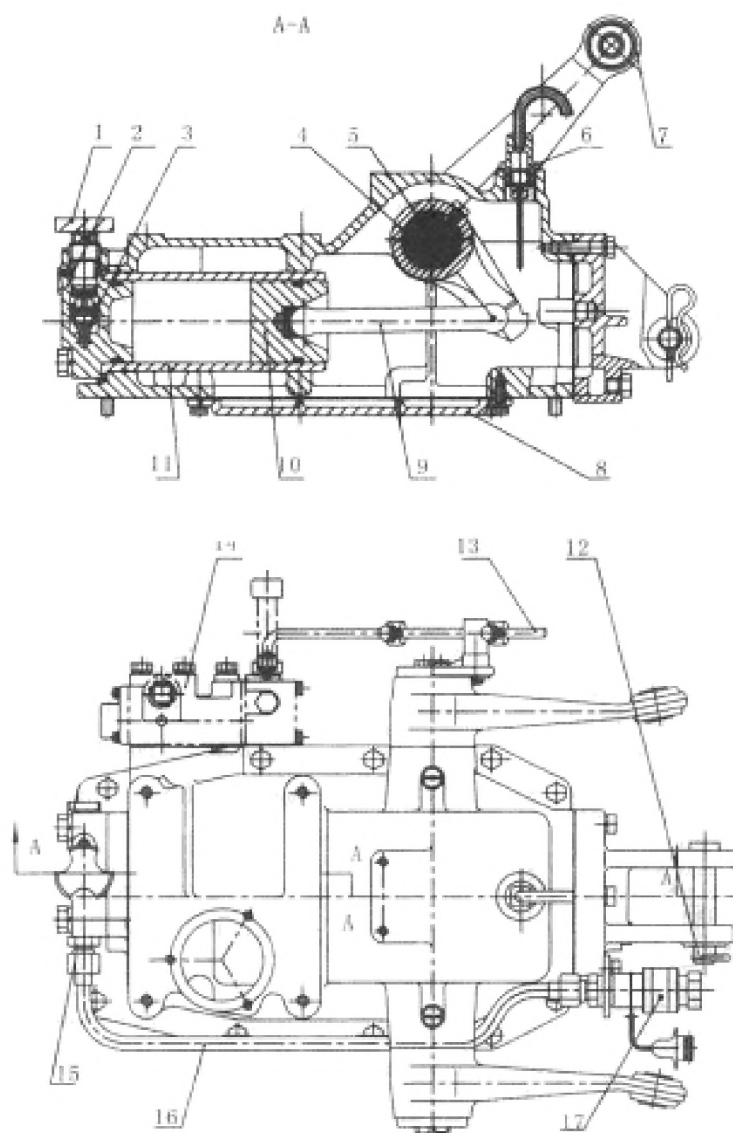

Рисунок 4-31. Подъемник (1).
Подъемник (1) (Рисунок 4-31) состоит из цилиндра (11), поршня (10), штока (9), внутреннего рычага (4), подъемного рычага (7), головки цилиндра (2) и механизма обратного действия. Регулировочный клапан скорости опускания (3) и предохранительный клапан (дополнительная опция) устанавливаются в головке цилиндра. Поршень устанавливается в цилиндре и может двигаться в продольном направлении. Шток присоединен в сферическом гнезде болтом. Другой конец внутреннего рычага соединен с подъемным валом (5) шпонкой. Левый и правый